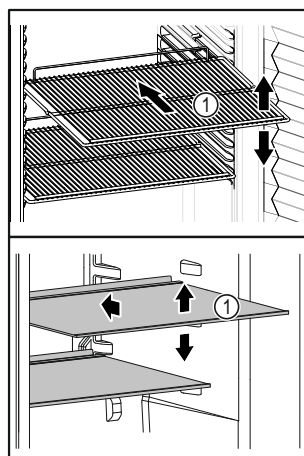

Fig. 66 Représentation à titre d'exemple
- ❑ Si les surfaces de rangement *Fig. 66 (1)* sont mobiles, les régler en hauteur.